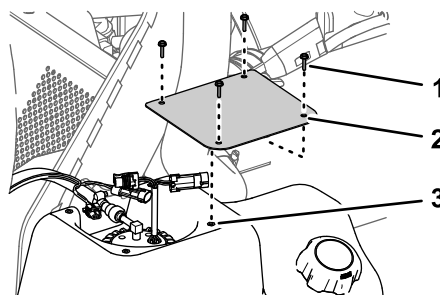

図 89
1. カバーをタンク 図 89 に組み付けるステップ 2 燃料ポンプのカバーを外す (ページ 59) で外したねじ #10 x 3/4" 4本を使用する。